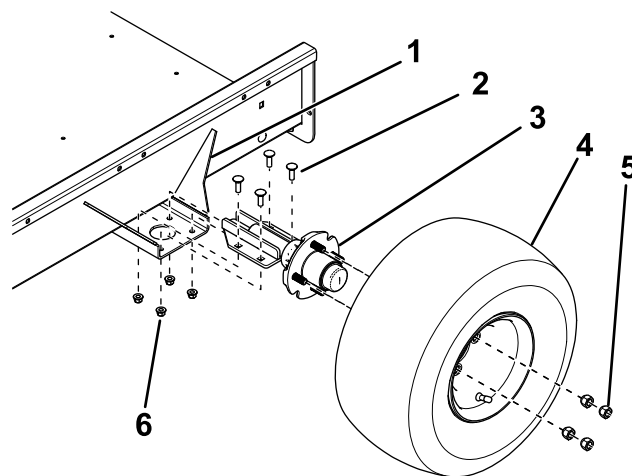

Bild 2
2. Befestigen Sie die Achse mit den vier Schlossschrauben und vier Sicherungsmuttern an der Oberseite der Befestigungshalterungen an jeder Seite der Ladepritsche des Anhängers, wie in **Bild 2** abgebildet.
3. Montieren Sie ein Rad mit vier Radnabenmuttern (**Bild 2**) an jeder Radachsennabe und ziehen Sie die Muttern mit 108,5 N·m an.
3. Stellen Sie die Stellung der Befestigungshalterungen der Achse ein, sodass der vordere Abstand Mitte-zu-Mitte ungefähr 3 mm geringer ist als der hintere Abstand Mitte-zu-Mitte (**Bild 2**).